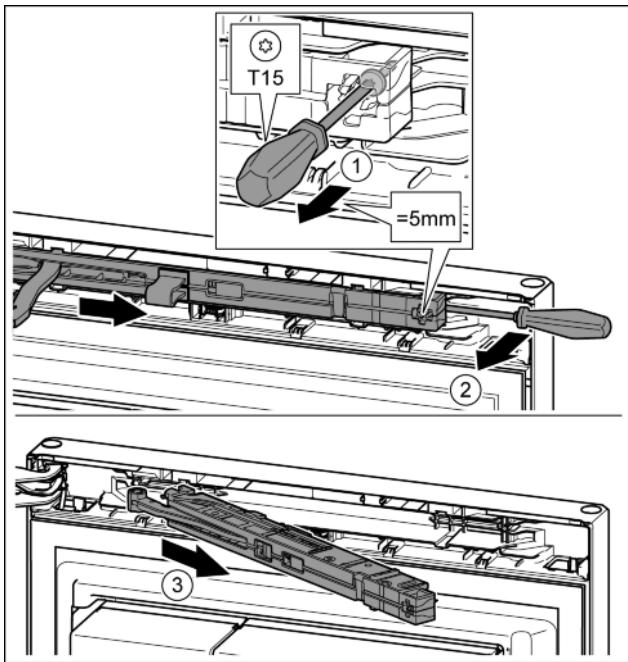

Fig. 14
- Ослабить винт на узле амортизатора с помощью отвертки T15 примерно на 5 мм. Fig. 14 (1)
- Отверткой со стороны ручки переместиться за узел амортизатора и повернуть вперед. Fig. 14 (2)
- Вытащить узел амортизатора. Fig. 14 (3)